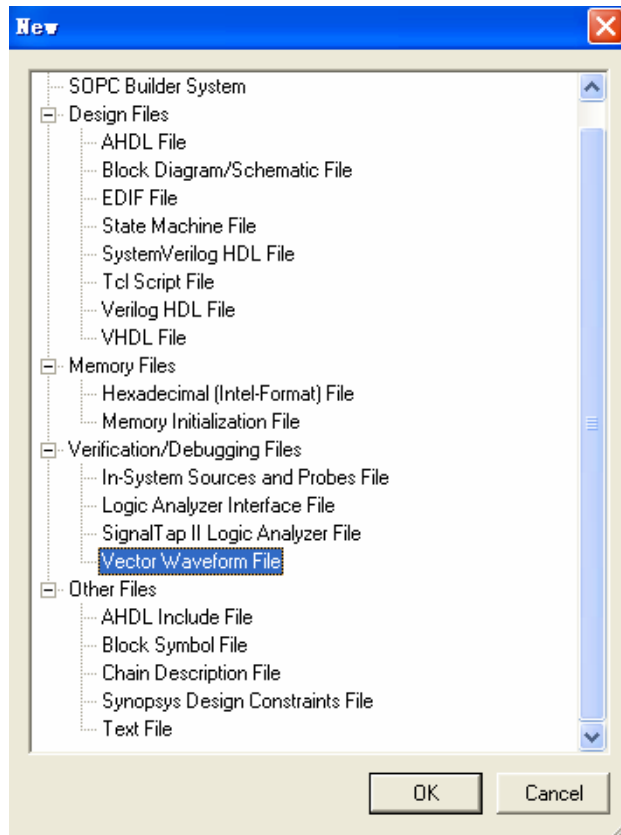

图 2.22 新建波形文件对话框
(1) 选择【File】>>【New...】命令,打开新建文件对话框,在新建对话框中选择标签页,从中选择Vector Waveform File,如图 2.22 所示。按 OK 建立一个空的波形编辑器窗口,缺省名为Waveform1.vwf。点击【File】>>【Save As...】改名为full_add.vwf并保存。